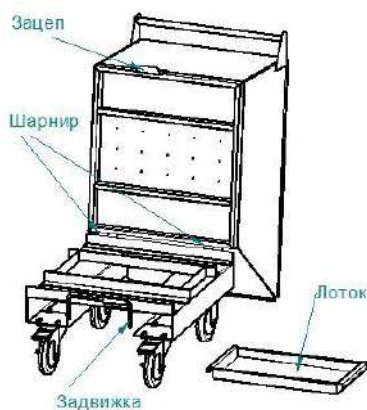

Рис. 1
3.2 При загрузке стружки или отходов металлопроизводства внутрь ковша тележки необходимо соблюдать правила техники безопасности. Перед загрузкой и во время эксплуатации колеса Тележки-контейнера необходимо зафиксировать с помощью тормозных устройств. Сам ковш обязательно скрепить с платформой с помощью зацепа и задвижки (см. рис. 1).
5.2 Освободить от упаковки. Проверить комплектность изделия. Проверить открывание ковша (см. рис. 1).